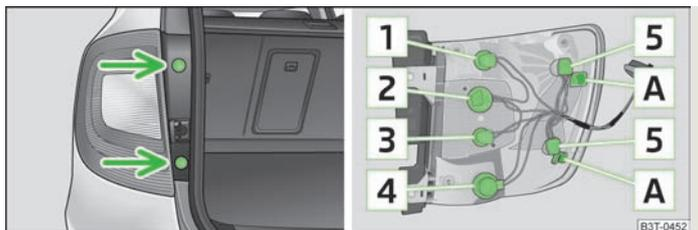

Fig. 194 Smontaggio gruppo ottico posteriore
Riepilogo della posizione delle luci » fig. 194.
- Estrarre i tappi » fig. 194 - » pagina 210, *Attrezzi di bordo* e svitare con una chiave Torx il gruppo ottico posteriore.
- Per il rimontaggio portare prima il gruppo ottico posteriore con l'alloggiamento **A** » fig. 194 in avanti sul perno della carrozzeria.